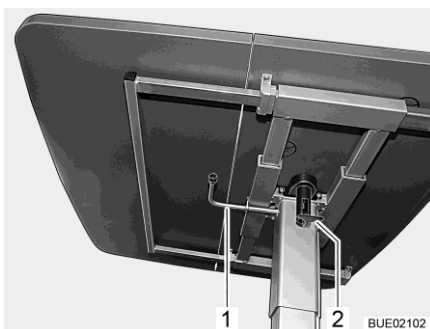

Bild 104 Lyftbord
- För ned låsarmen (Bild 104,2).